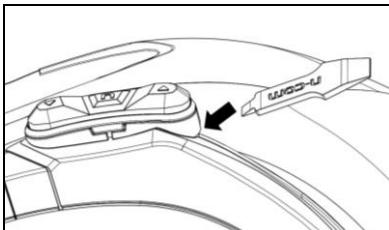

Fig. 26
- Verwijder het toetsenbord uit de kap zoals is aangeduid in Fig. 26.